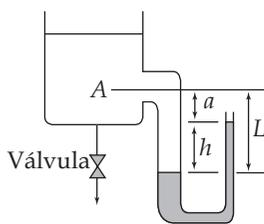

Figura Ep1.48
**Ep1.48** Um manômetro em U foi construído com tubos cujos diâmetros são desiguais. Veja a Figura Ep1.48. O diâmetro maior é igual a 10 mm, e o menor, igual a 5 mm. Considere que o fluido manométrico é mercúrio com densidade relativa igual a 13,55 e que se pretende usá-lo para determinar a pressão de água a 20°C no nível A. Se o desnível observado no manômetro for igual a 120 mm e se  $a = 200$  mm, qual é o valor da pressão manométrica medida? Se a válvula for aberta permitindo que a pressão em A se torne igual à atmosférica, qual será o novo valor de  $L$ ?